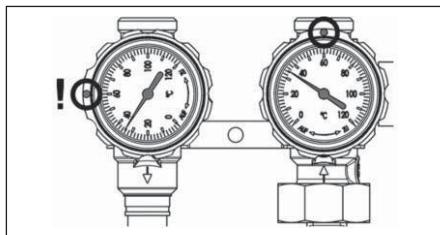

Fig. 6.18 Posizione valvola a sfera sfiateo pompa
- Posizionare le valvole a sfera del gruppo solare come in fig. 6.18 (posizione ad angolo delle maniglie del termometro nella manda: 90°, ritorno: 0°).